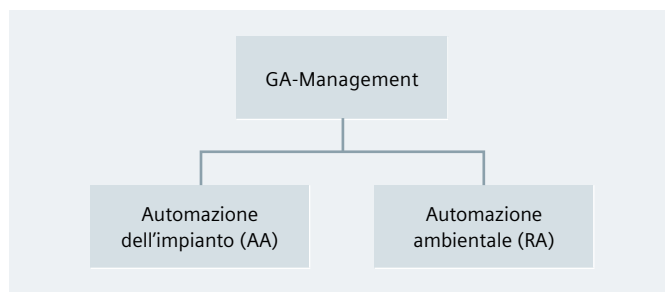

Figura 1: Composizione del sistema di automazione degli edifici
La figura 1 di seguito riportata rappresenta un sistema di automazione degli edifici in tre campi: l'automazione dell'impianto (AA), l'automazione ambiente (RA) e il sistema sopraordinato di gestione dell'automazione dell'edificio (GA Management).